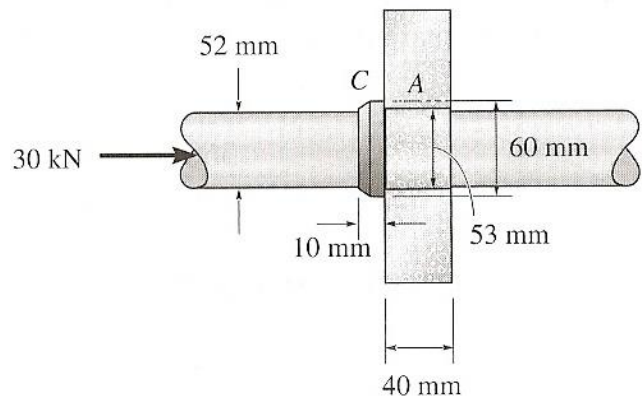

Figura 2.13
2.2.7 O eixo da Figura 2.13 está sujeito a carga axial de 30 kN. O colar C está rigidamente ligado ao eixo. Determine a tensão normal e a tensão de corte no colar.